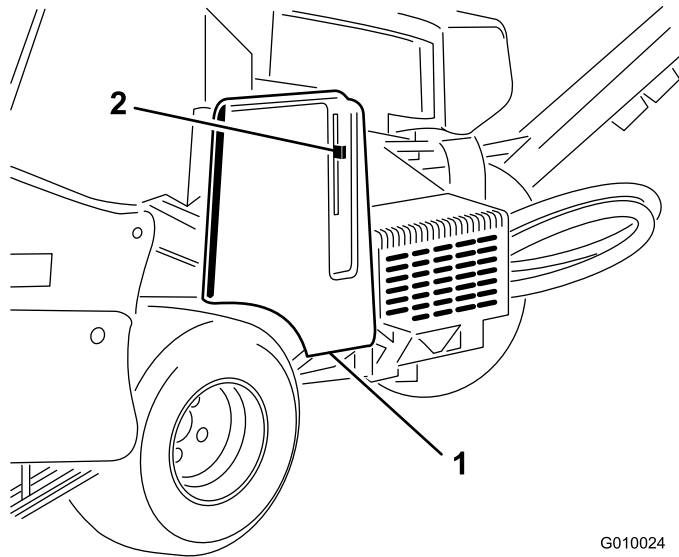
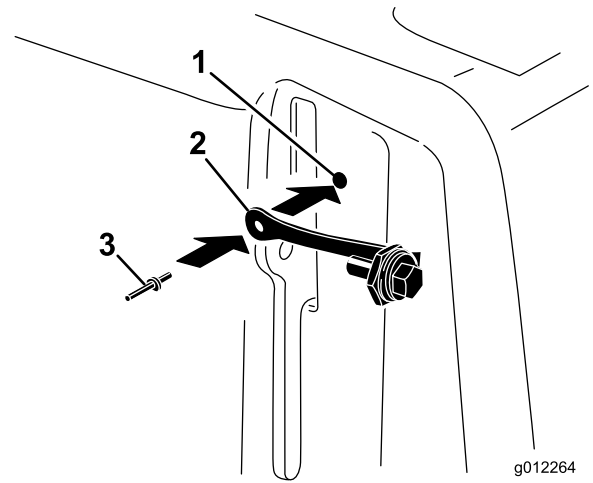

Figura 8
Figura 9
1. Localize o furo na cobertura da correia junto da alavanca de bloqueio (Figura 8 e Figura 9).
2. Utilizando o furo na cobertura da correia, instale o conjunto do cordão com um rebite emergente (Figura 9).